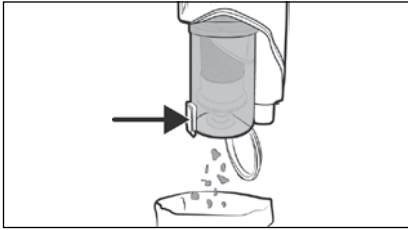

Fig. 21
- 1) Hold smudsbeholderen **7** over en affalds-spand, og tryk på oplåsningsknappen til smudsbeholderdækslet **8**. Smudsbeholderdækslet **9** åbner sig, og indholdet falder ned i spanden (se fig. 21). Luk derefter smudsbeholderdækslet **9**.